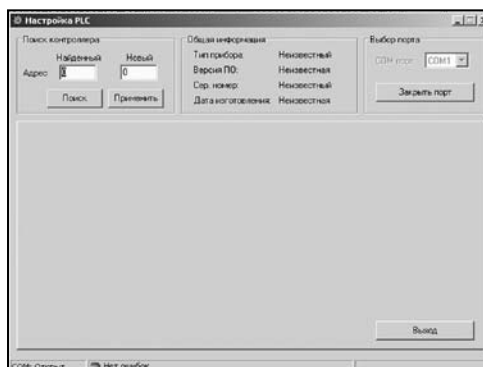

Рисунок 3. Первоначальный экран программы `pc_cfg`
7.2 После запуска этой программы появляется первоначальный экран рисунок 3.